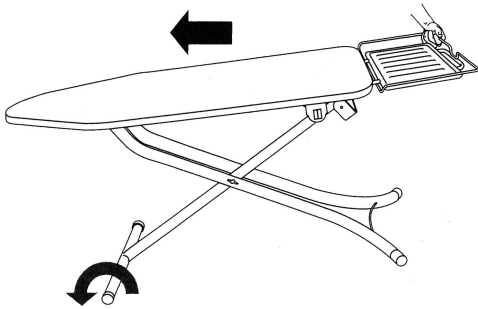

fig. 2
Entfernen Sie Ihren Fuß erst dann von der vorderen Stütze des Bügelbretts, wenn Sie diese vollständig geöffnet haben. Nach dem Öffnen lässt sich das Bügelbrett dank der Räder (H) leicht bewegen (siehe Abbildung 2).